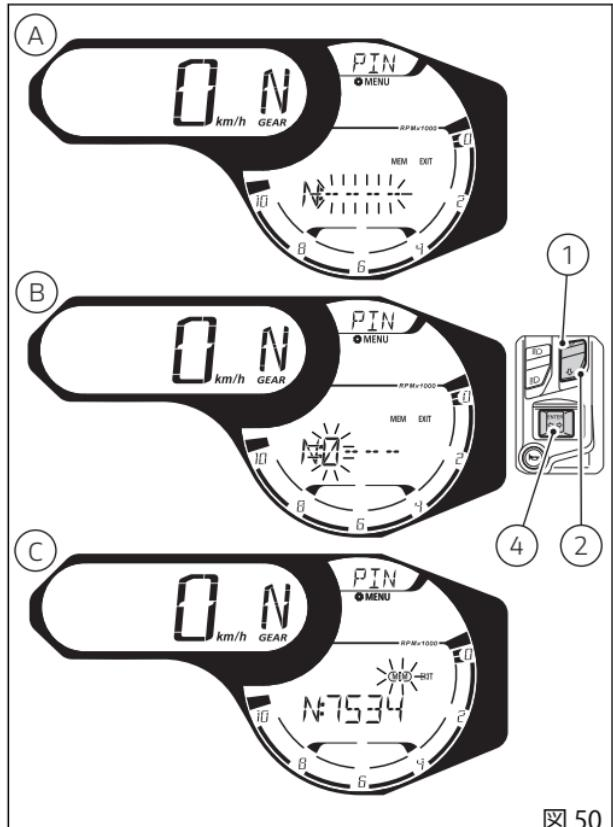

図 50
ボタン(4)を押して最後の桁を決定すると、"MEM" (C、図 50) の文字枠が点滅します。
- "MEM" (C、図 50) を選択(枠が点滅)してボタン(4)を押すと、新しい PIN CODE が保存されます。インストルメントパネルは "MEM OK" を 2 秒間表示し、続いて "EXIT" の文字枠を点滅させます。ボタン(4)を押して終了します。